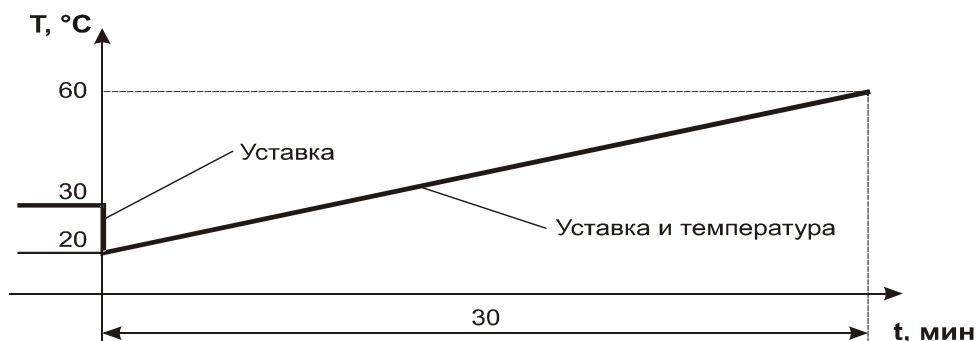

Рис. 6.8
- б) Если параметры первого шага задать следующим образом: **bc = 1**, **SP** — произвольное значение, **t0 = 30**, **P0 = 60**, то характер изменения уставки и примерный вид изменения температуры будут соответствовать рис. 6.8